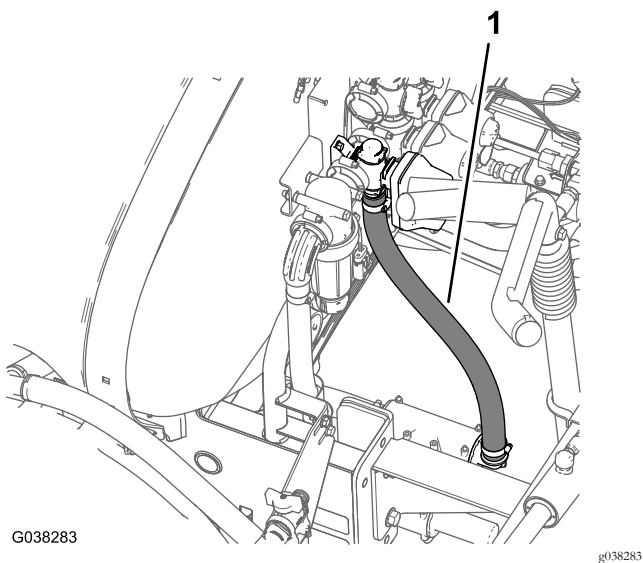

图65
- 如 图65 中所示将回流软管向下通向泄压阀内侧的T形接头。